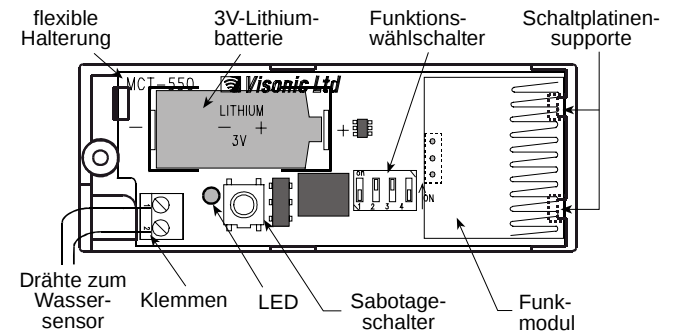

Abb. 7. Schaltplatine
I. Schließen Sie die beiden Drähte des Wassersensorkabels an den Klemmen wie in Abb. 7 gezeigt an (die Drähte können in beliebiger Anordnung angeschlossen werden).